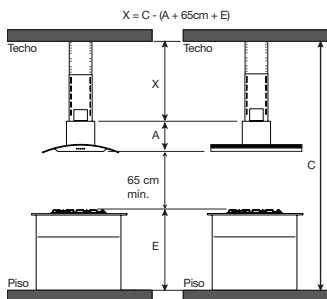
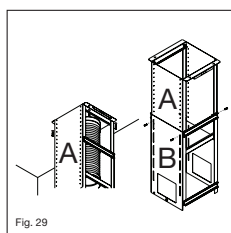

Fig. 28
Fig. 29
- Luego tome el anclaje telescópico inferior "B" e insértelo en el anclaje telescópico superior "A" ver fig. 29. Antes de asegurarla verifique las distancias que se indican en la fig. 28, con el fin de garantizar que la parte inferior de la campana quede a 65 cm mín. de la parrilla de la cocina.
- Posteriormente asegure con 2 tornillos autorroscantes de 1,2 cm de longitud, por cada lado como se muestra en la fig. 29.